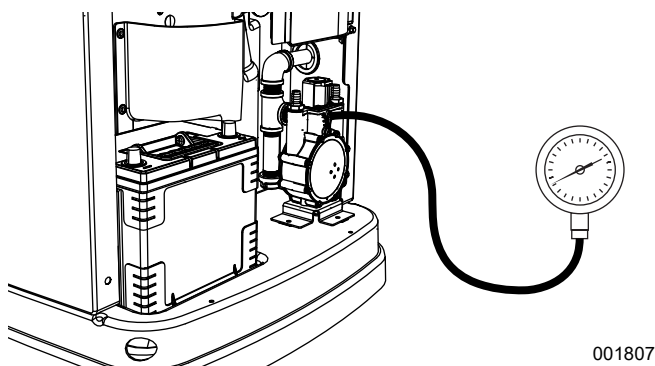

Figura 5-4. Verificação de pressão usando manômetro
2. Consulte **Figura 5-4**. Remova a porta de teste de pressão do combustível superior do regulador de combustível e instale o testador de pressão do combustível (manômetro).